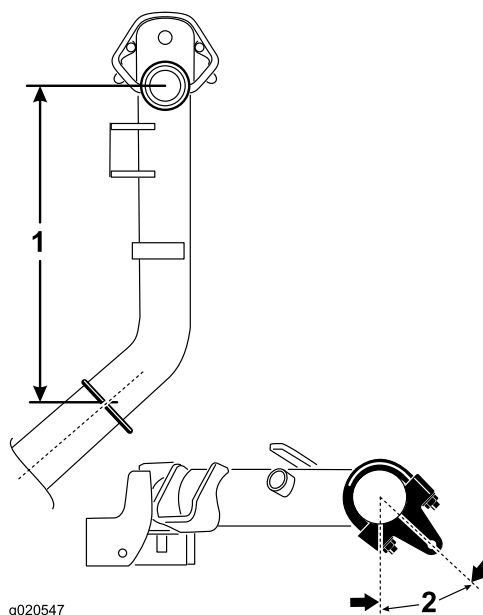

Figura 5
4. Sui bracci di sollevamento n° 2 e n° 3, posizionate le staffe e i bulloni a U a una distanza di 38 mm dietro la linea centrale dello snodo di articolazione (Figura 5).